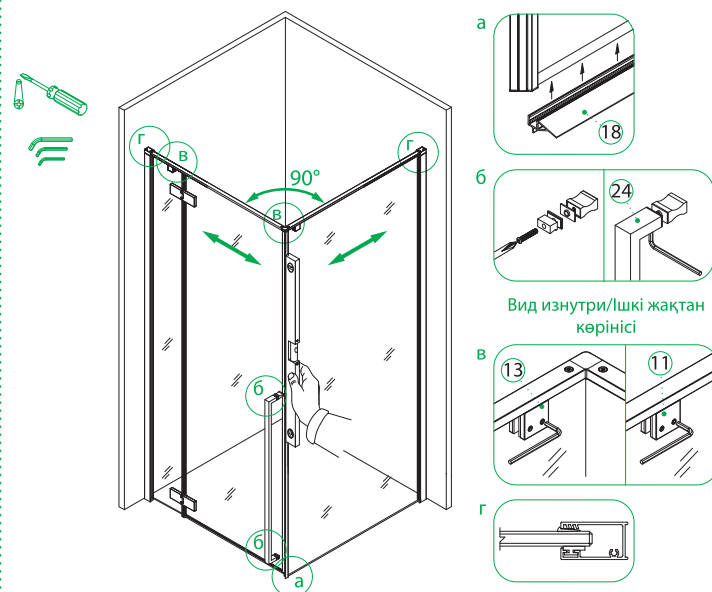

Рис. 13/13-сур.
9. Установите нижний уплотнитель двери PVC (№18, рис. 13-а). Закрепите дверную ручку (№24, рис. 13-б). Выровняйте закаленные стекла с помощью уровня (рис. 13) таким образом, чтобы магнитные уплотнители плотно прилегали друг к другу, образовывался ровный угол и все грани были под прямым углом — после чего сначала крепко зафиксируйте верхние держатели стекла (рис. 13-в), а после плотно закрепите уплотнители EVA в пристенные профили (рис. 13-г).